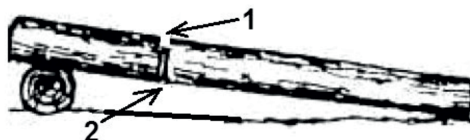

Рис. 11 / Fig. 11 Пропилы при раскряжке дерева на одной опоре / Cuts for wood splitting on one support
2. Бревно лежит на одной опоре (Рис. 11). Разгрузочный пропил (1) на 1/3 бревна делается сверху. Основной пропил (2) делается снизу навстречу разгрузочному пропилю.
2. The log rests on one support (Fig. 11). A relief cut (1) is made on the top of the log, one-third of the way through. The main cut (2) is made from the bottom, towards the relief cut.